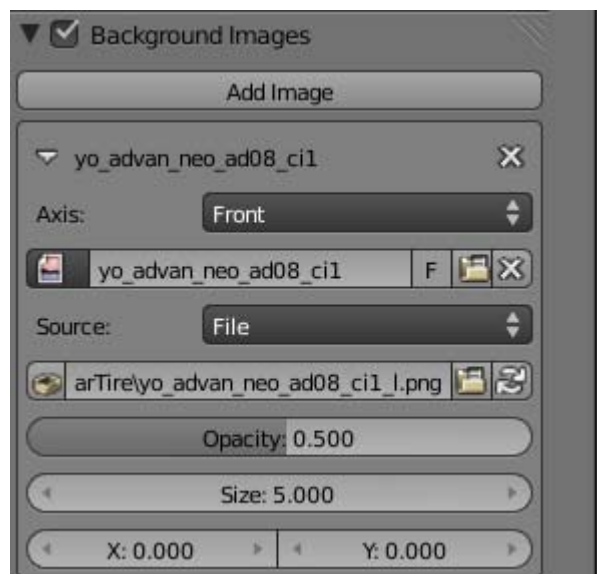

Figura 5.75
2. Seccione a tabela Background Images. Active Background Images. Pressione Add Image, Not Set e Open. Seccione o ficheiro com a imagem do rasto do pneu. No menu Axis seccione Front, figura 5.75.